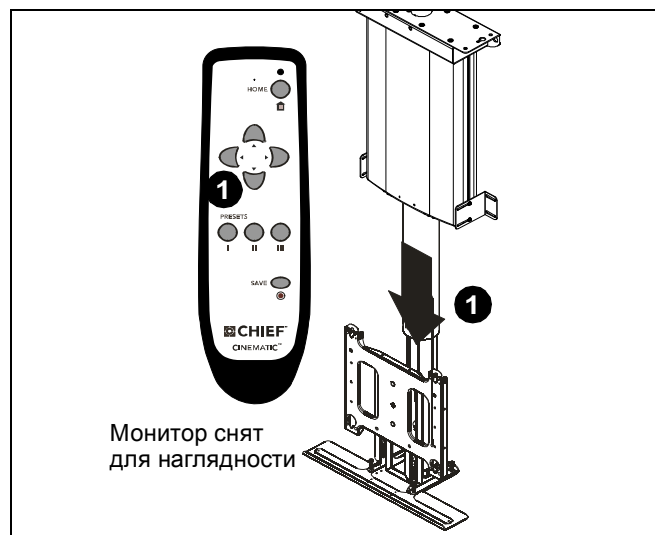

рис. 23
3. Если расстояние, определенное в действии 1, выше, больше толщины устанавливаемой нижней крышки, опустите монитор с помощью пульта ДУ, чтобы две контртайки, закрепляющие правый и левый кронштейны регулировки крышки, были доступны. (см. рис. 23)